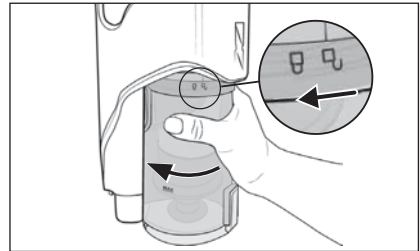

Fig. 17
- 2) Para desmontar el depósito de polvo **6** del aparato, gírelo hacia el símbolo (abrir) hasta que pueda retirarse del aparato (consulte la fig. 17).